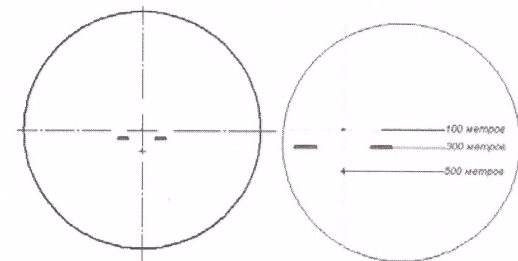

Рис.3
- б) марка АКМ на оружие калибром 7,62 мм (рис.3).